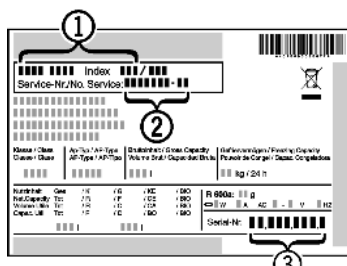

Fig. 6
- ▶ Apparaataanduiding Fig. 6 (1), service-nr. Fig. 6 (2) en serie-nr. Fig. 6 (3) van het typeplaatje aflezen. Het typeplaatje bevindt zich aan de linkerkant binnen in het apparaat.
- ▶ Contact opnemen met de Technische Dienst en het probleem, apparaataanduiding Fig. 6 (1), service-nr. Fig. 6 (2) en serie-nr. Fig. 6 (3) mededelen.